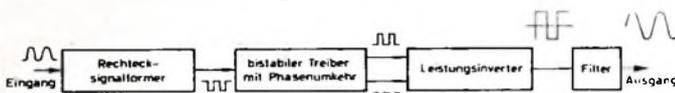
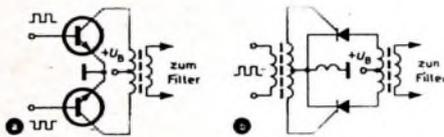

Bild 1. Blockschaltung eines Leistungsverstärkers nach dem Schalterverfahren
Bild 2 (oben). Prinzipschaltungen von Leistungs-Invertern; a) mit Transistoren, b) mit gesteuerten Gleichrichtern
1. Die Geräte gewannen nach Reinigung der Aufnahme-/Wiedergabeköpfe ihre Empfindlichkeit im oberen Frequenzbereich zurück (Bild 1).
2. Auch die Anzahl der vorgenommenen Reinigungen ist von Bedeutung. Die Empfindlichkeit der Geräte wurde nach einem zweiten Durchlauf des Reinigungsbandes erneut wesentlich verbessert (Bild 2).
Bild 1 zeigt das Blockschaltbild für Systeme der ersten Art. Das zum Beispiel einem Quarzoszillator entnommene Sinus-signal wird in der ersten Stufe, etwa einem Schmitt-Trigger, in ein Rechteck-signal umgewandelt, das dann zu einer bistabilen Treiberstufe gelangt. An ihrem Ausgang stehen zwei gegenphasige Signale zur Ansteuerung des Gegentakt-Leistungs-Inverters, für den zwei Beispiele im Bild 2 dargestellt sind. An seinem Ausgang steht ein Rechtecksignal hoher Leistung zur Verfügung, dessen sinusförmige Grund-